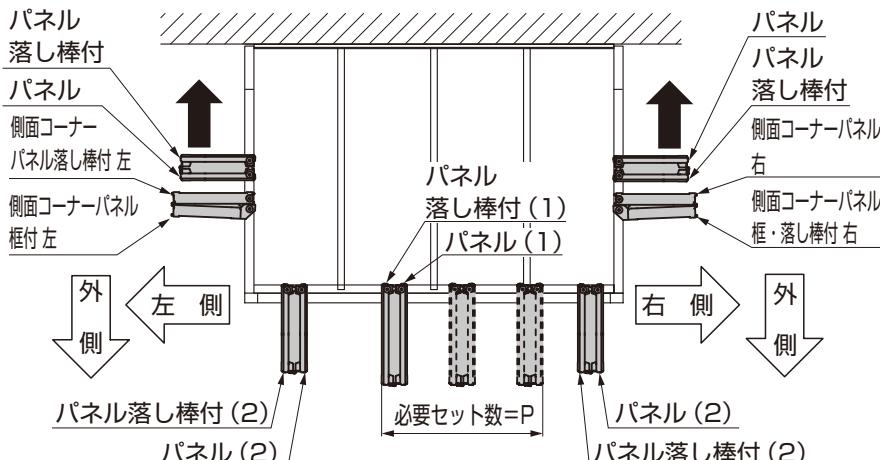

図12-5
- 折戸パネルおよび折戸パネル落し棒付は図12-5の順番に吊り込んでください。順番を間違えると折戸パネルが正しく機能しません。